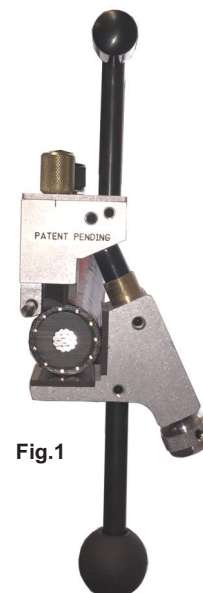

Fig.1
2. Sujete la herramienta al cable. Sujete la herramienta en el cable con el borde de corte principal de la cuchilla ligeramente sobresaliente del extremo del cable. Fig.1 Ajuste
3. la profundidad de la cochilla 0,015" - 0,020" por encima de los cables concéntricos o blindaje metálico. Fig.1